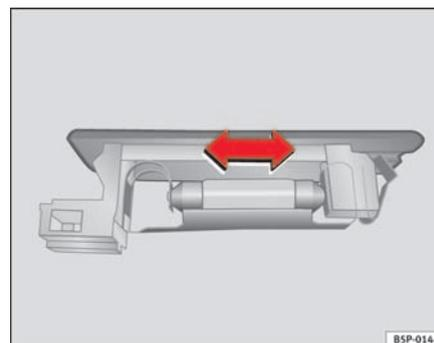

Fig. 189 Luca del bagagliaio
- Premere lateralmente la lampada ed estrarla dall'alloggio ⇒ fig. 189. ■